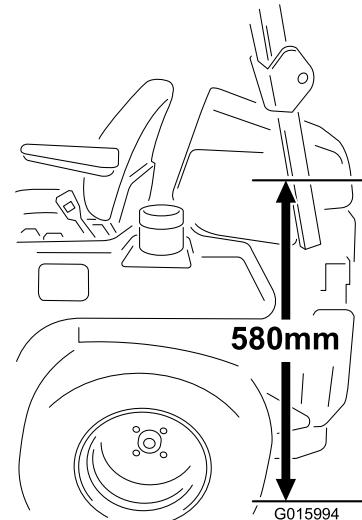

Figura 1
1. Mida 580 mm desde el suelo hasta el ROPS y marque esta altura en ambos lados de la máquina (Figura 1).